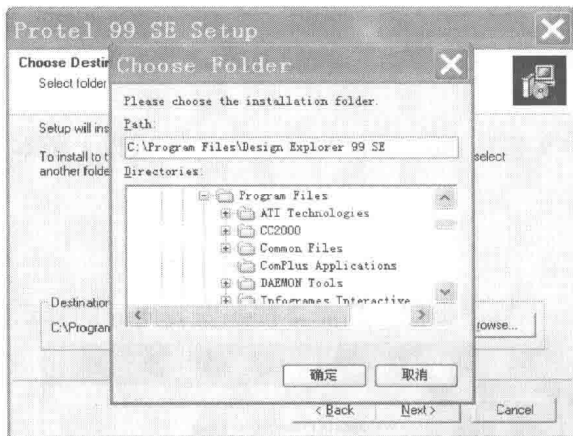

图 1-10 选择安装路径
3) 在图 1-9 所示的界面中会提示当前的安装路径, 可以单击 Browse 按钮进行修改, 如图 1-10 所示。选择好安装路径, 单击 Next 按钮。